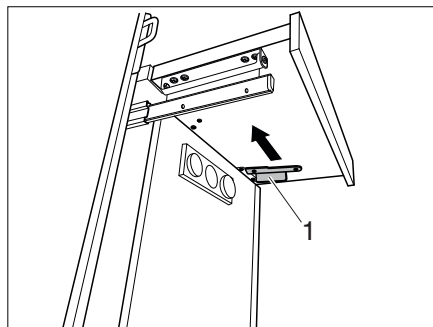

Bild 121 Säkra breddningen
- Skjut spärren (Bild 121,1) framåt. Breddningen är säkrad.
- Lossa spärren (Bild 121,1).